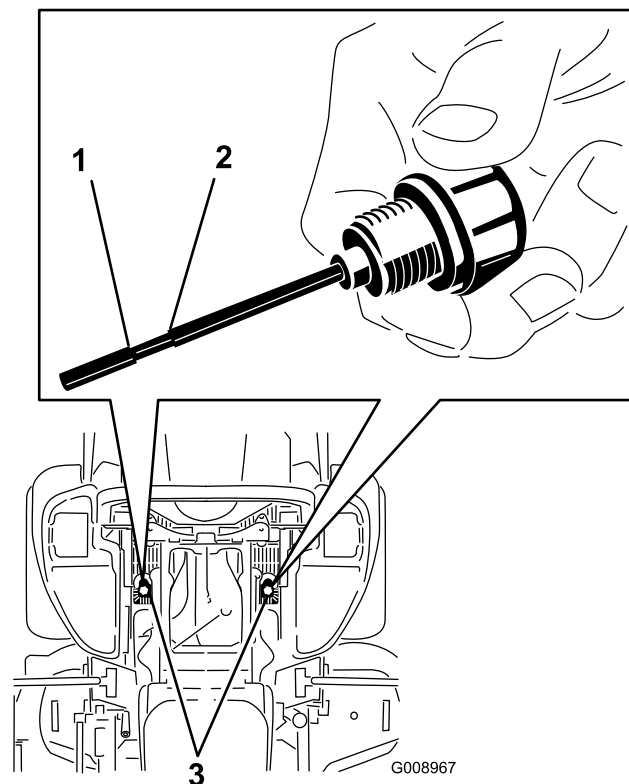

Figure 84
6. Nettoyez la surface autour des jauges des réservoirs du système hydraulique (Figure 84).
7. Sortez la jauge du réservoir hydraulique (Figure 84).
9. Ressortez la jauge et examinez l'extrémité métallique (Figure 84). Le niveau doit atteindre la partie moletée. Si le niveau est bas, versez lentement une quantité d'huile suffisante dans le réservoir hydraulique pour amener le niveau jusqu'à la partie moletée.